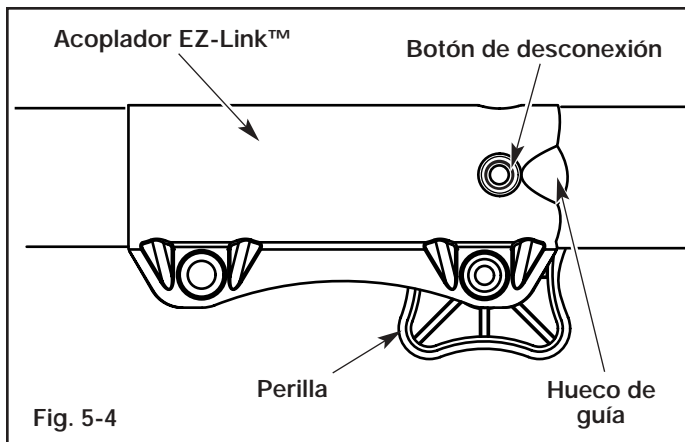

Fig. 5-4
1. Gire la perilla en sentido antihorario para aflojarla (Fig. 5-4).
**NOTA:** La alineación del botón de desconexión con el hueco de guía facilitará la instalación (Fig. 5-4).